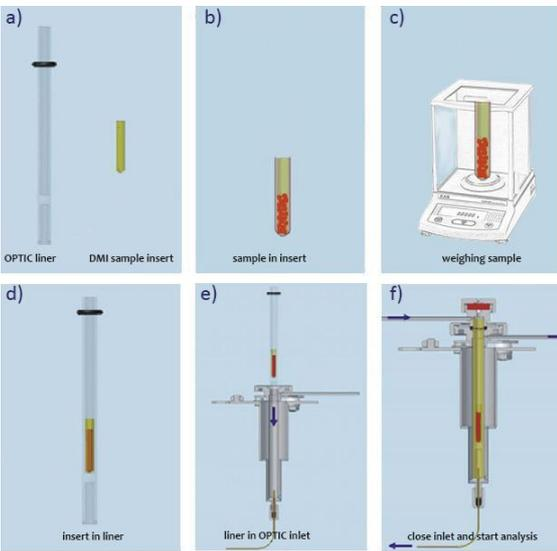

图1
**实验方法：**将两份已知浓度为100mg/kg和1000mg/kg目标化合物的两种固体聚合物样品，每个样品的重量限制为0.50mg。将样品置于60μlDMI样品插件（如图1）中，然后将其置于OPTIC DMI衬管中。为了减少对刚制备的样品的环境影响，衬垫上盖有PTFE盖并放置在自动进样器机架中，使用分析系统进行自动分析，包括GC/MS，PAL3自动进样器，LINEX-2衬管交换器，Capping-De-Capping（CDC）站和OPTIC-4进样口。